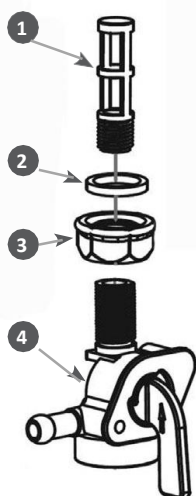

Рис.16 Устройство топливного крана
2. Открутите контргайку 3 на 1-2 оборота (Рис. 16).
4. Выкрутите из корпуса 4 топливного крана сетчатый фильтр 1 (Рис. 16).